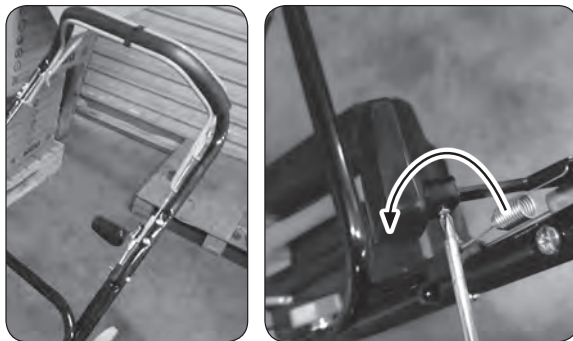

Рис. 9
- Открутите отверткой (не входит в комплект поставки) винт фиксации рычага регулировки скорости на верхней рукоятке (Рис.9).